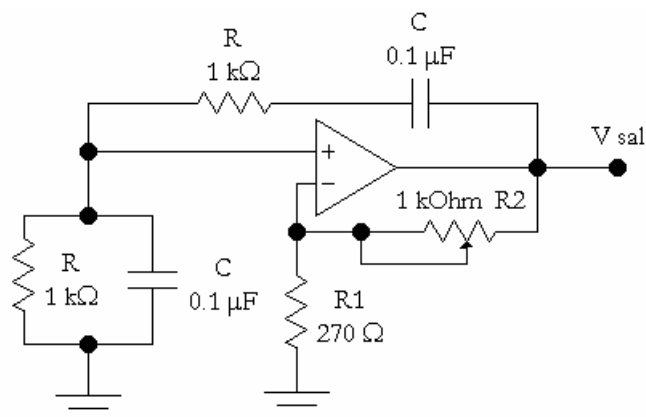

Figura 1
1.1. Armar el circuito de la Figura 1 alimentando el operacional con +12 Volt y -12 Volt